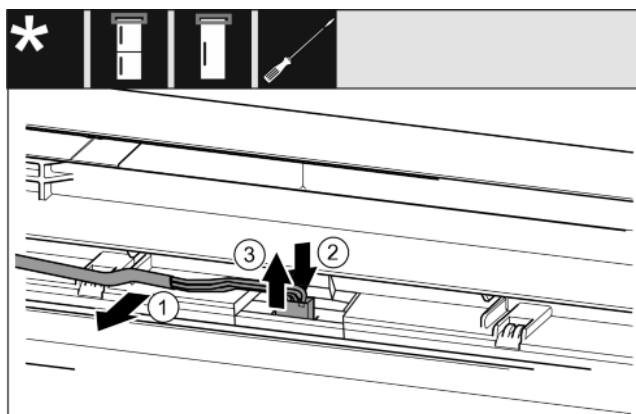

Fig. 16
- ▶ Óvatosan vegye ki az ajtóban lévő szürke kábelt a vezető-sínből. Fig. 16 (1)
- ▶ Nyomja hátra a dugó alatti fedőlemezt csavarhúzóval. Fig. 16 (2)
- ▶ Óvatosan húzza ki felfelé a dugót. Fig. 16 (3)